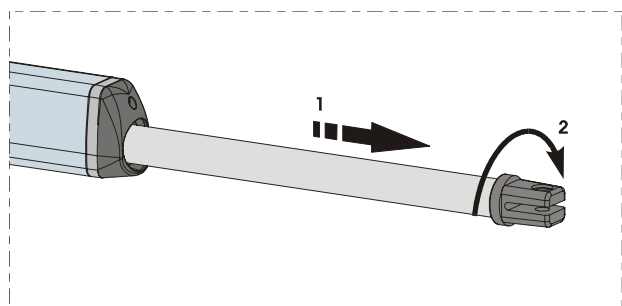

Fig. 9
4) Extraire complètement la tige jusqu'à la butée, fig.9 réf.1.
6) Tourner d'un demi-tour / un tour complet la tige en sens horaire, Fig.9 réf.2